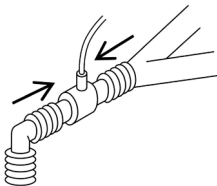

Figura 1
1. Conectați adaptorul pentru căile respiratorii la capătul proximal al circuitului respirator, între tubul endotraheal și porțiunea Y a ventilatorului, așa cum se indică în Figura 1.